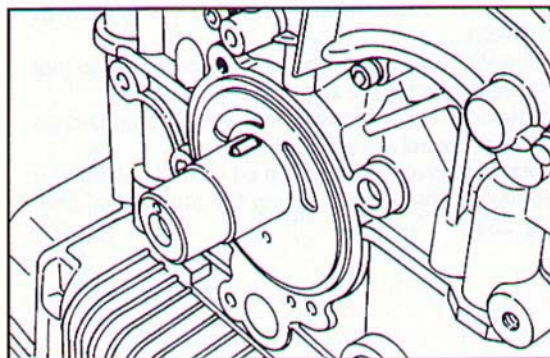

Fig. 250 ▲
- introdurre il grano cilindrico bloccaggio ingranaggio pompa olio (Fig. 250);
- insert the oil pump gear clamp cylindrical pin (Fig. 250);